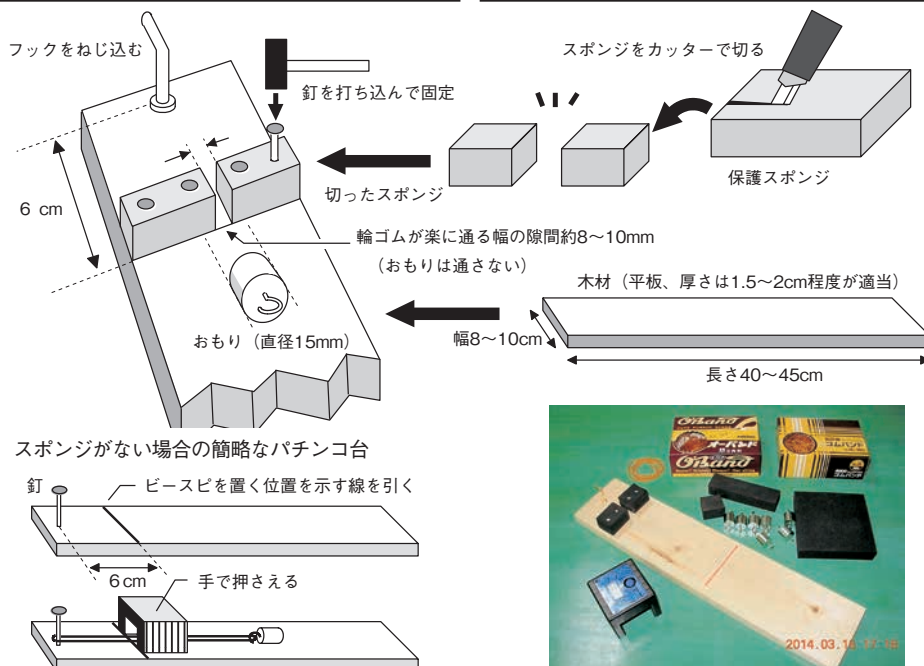

図2 教具（パチンコ台）の製作方法
I. 必要な材料→図2のリスト1の通り。
3. 図2のように、板の端から約1cmにフックをねじ込み、そこから6cmの位置に、スポンジを固定する。この位置は、規格#18の輪ゴム（折径（自然長に相当）7cm。メーカーが違っても規格は同じ）を使用する場合のもの。スポンジはおもりの衝突時のクッションと、ビースピを置く位置を決めるガイドの役割をしている。スポンジがなく
III. その他（実験に必要なもの）→図2リスト2の通り。